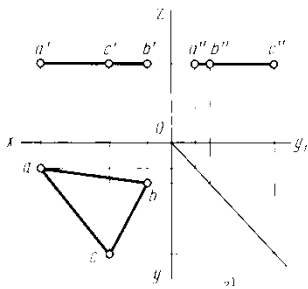

Рисунок 11
- 1) $P // \Pi_1$ – **горизонтальная** плоскость (Рисунок 11)